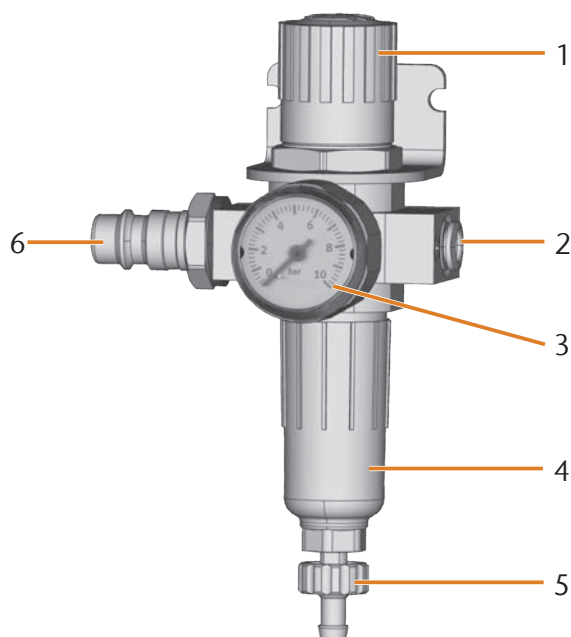

FIG. 5: UNIDAD DE MANTENIMIENTO: AJUSTE Y CONTROL DEL AIRE COMPRIMIDO
- Instale la unidad de mantenimiento en posición vertical (☞ Fig. 5).